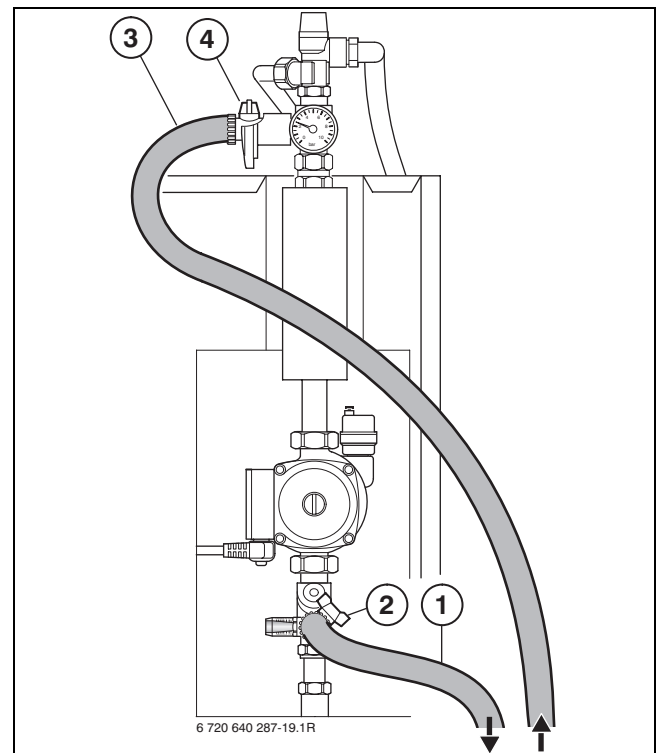

Fig. 15
- 4 Circolatore solare (SP)
- ▶ Chiudere il rubinetto di intercettazione di ritorno pompa (→ fig. 15, [2], pagina 17).
- ▶ Quando viene raggiunta la pressione d'esercizio, chiudere il rubinetto di intercettazione di mandata pompa (→ fig. 15, [4]).